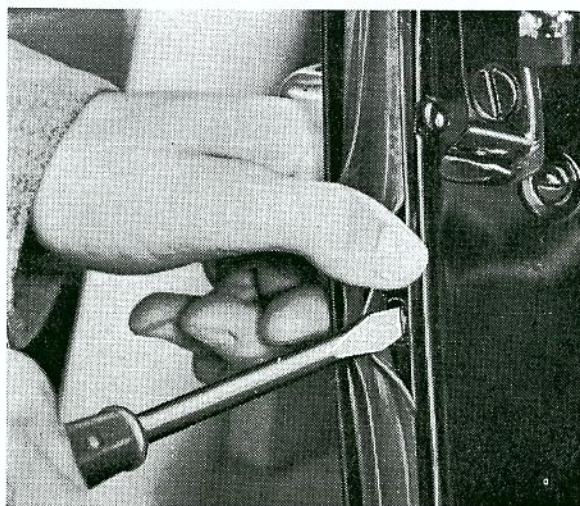

Bild 20. Demontering av låscylinder.
4. Lossa skruven för låscylindern och drag ut denna jämte låsinsatsen. Skruven är åtkomlig under gummitätningen, se bild 20.